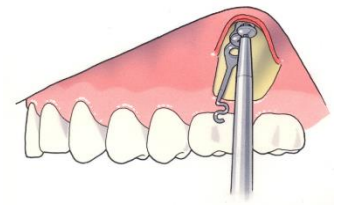

Fig. 3
Ankarplattan kan förböjas försiktigt för att få en optimal kontakt mellan plattan och det kortikala benet. Böjningen är begränsad mellan det övre och det nedre hålet. Sätt i den första självborrande skruven (Surgi-Tec rekommenderar 5 mm längd, \varnothing 2,0 mm, ref. 70-505S) i det mellersta hålet, men dra inte åt den första skruven helt för att tillåta viss rotation av ankaret. Sätt i den andra självborrande skruven i det övre hålet (Surgi-Tec rekommenderar 7 mm längd, \varnothing 2,0 mm, ref. 70-507S). Sätt i den tredje självborrande skruven i det nedre hålet (Surgi-Tec rekommenderar 5 mm längd, \varnothing 2,0 mm, ref. 70-505S) (fig. 3).